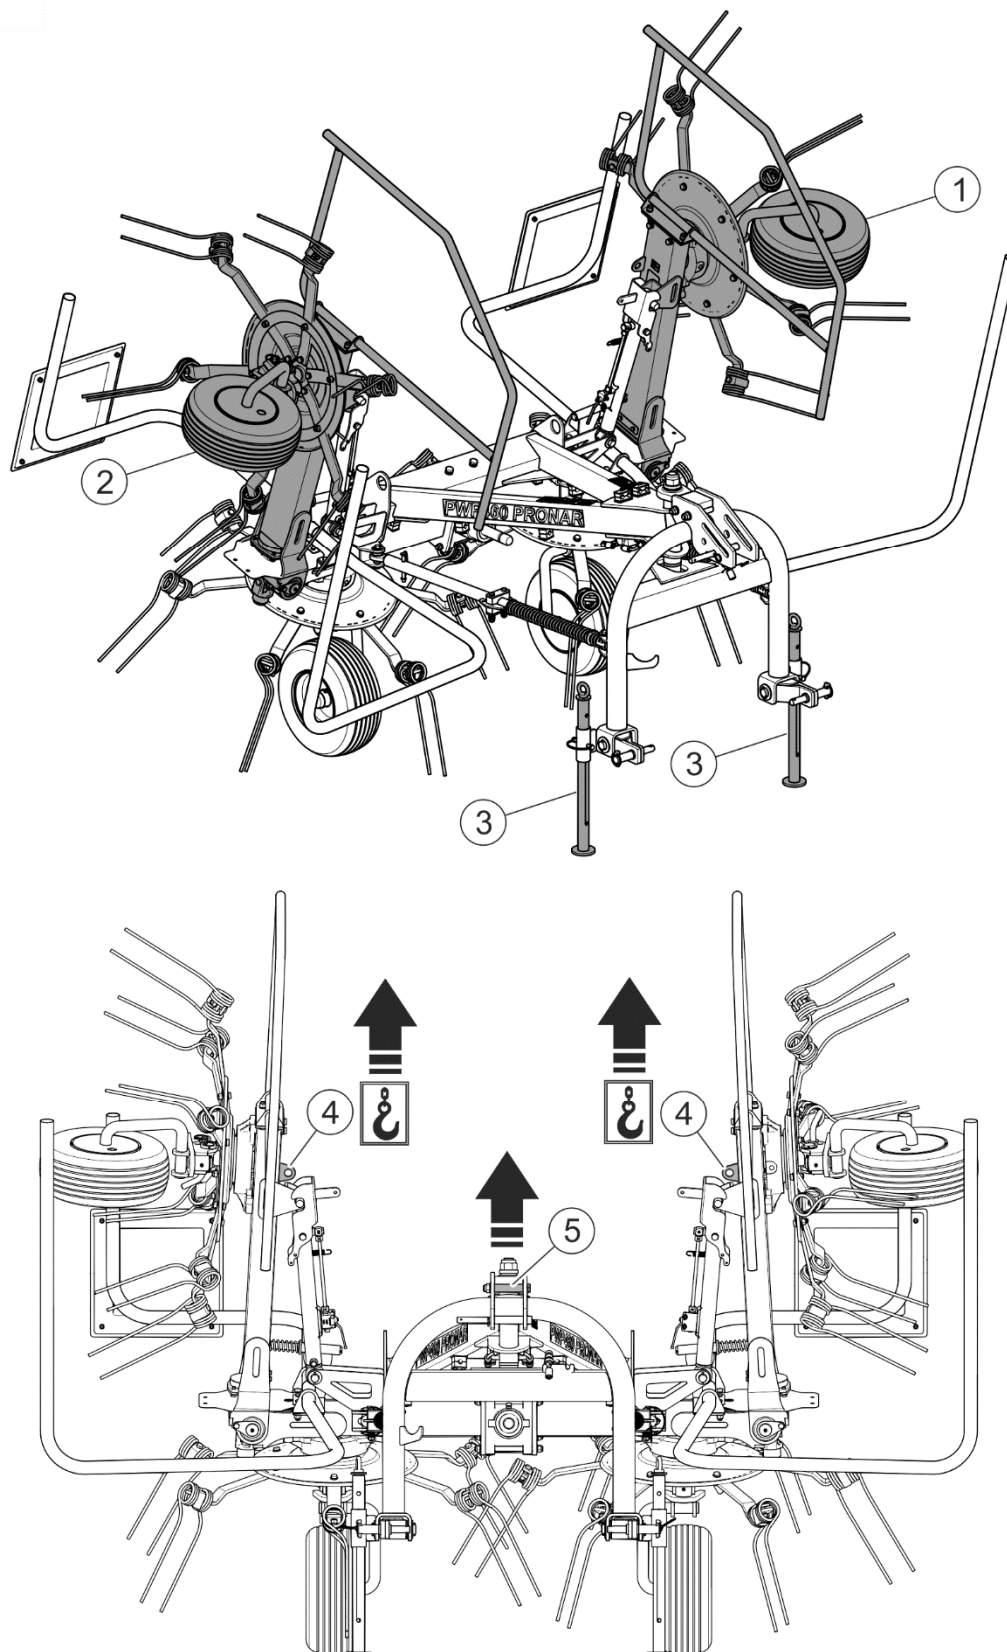

РИСУНОК 1.2 Транспортное положение и места крепления ворошилки карусельного типа во время загрузки.
Подсоединение ворошилки к подъемным устройствам осуществляется в предусмотренных для этого местах (РИСУНОК 1.2), т.е. за транспортные захваты (4) и шкворень центрального сцепного устройства (5). Места крепления обозначаются информационной наклейкой. Рекомендуется, чтобы на время перемещения и транспортировки ворошилка находилась в транспортном положении, т.е. правый (1) и левый (2) модуль ворошилки должен быть поднят вверх, а опоры (3) опущены в нижнее положение. (см. "РАЗДЕЛ 4.3: ТРАНСПОРТИРОВКА"). Тросы или ремни подъемных приспособлений, которые задевают за элементы ворошилки, сложенной в транспортное положение, необходимо также демонтировать. Во время подъема ворошилки необходимо соблюдать особые меры предосторожности, не допускать до перекоса машины и избегать получения травм от выступающих элементов машины.
На время погрузки ворошилка должна быть установлена в транспортное положение. (РИСУНОК 1.2).